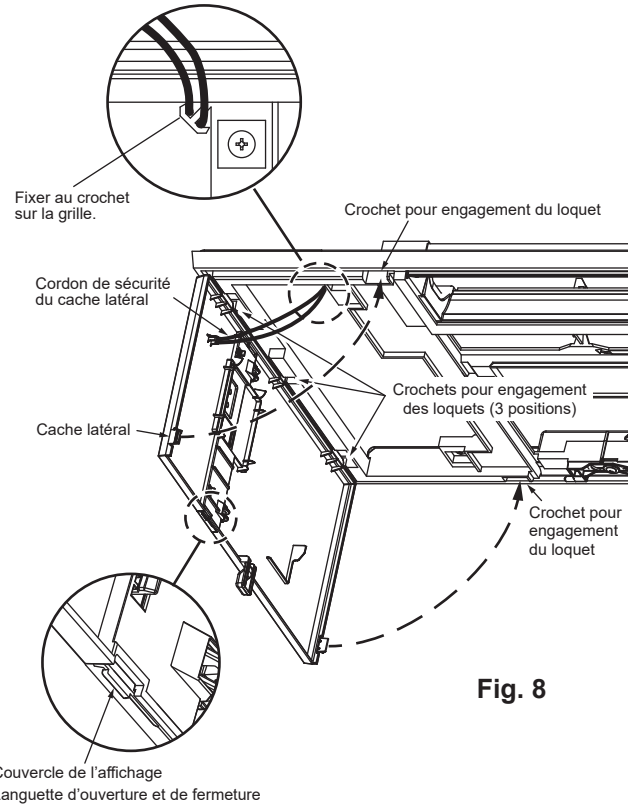

Fig. 8
10. Accrochez les cordons de sécurité des caches latéraux G/D à la grille et montez les caches latéraux. (Fig. 8)
- Assurez-vous que les taquets des caches latéraux G/D sont bien engagés. (Fig. 8)